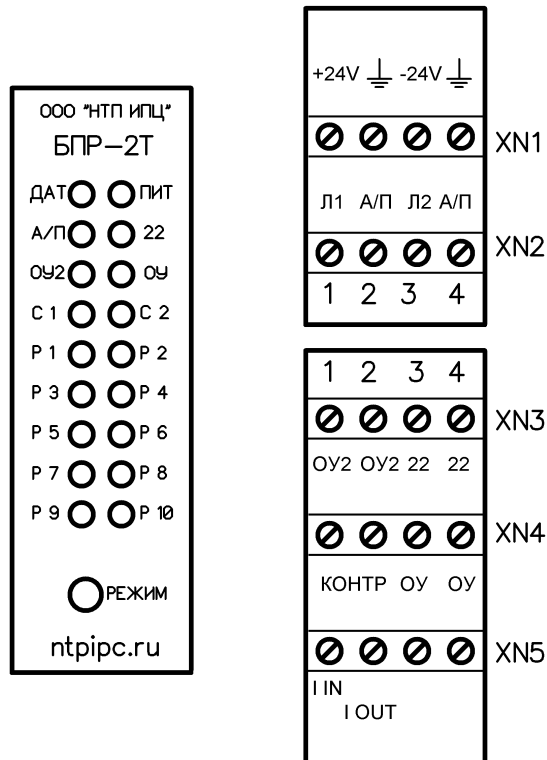

Рисунок 3 – Расположение элементов коммутации и индикации на передней панели и клеммных колодках БПР-2Т
2.8.1 На передней панели блока питания и регистрации БПР-2Т расположены светодиоды «Р 1»- «Р 10», являющимися индикатором установленного режима работы блока питания. А также кнопка «РЕЖИМ» предназначенная для редактирования параметров работы блока питания, см. рисунок 3.